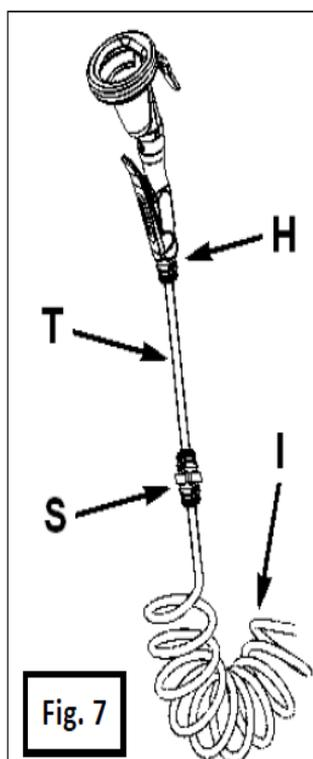

Fig. 7
TUYAU SOUS PRESSION (Fig. 2) Le tuyau en spirale peut être étiré pour une longueur maximale de 3m, de sorte qu'il faut veiller à disposer les tés de telle façon dans la salle de traite, que toutes les vaches sont bien accessibles pour les tremper sans forcer les tuyaux. Établir la position des raccords en té (G), puis les attacher sans serrer dans un support approprié (Fig. 4). Couper des longueurs appropriées de tuyau (F), les attacher, puis les brancher dans les raccords en té (G) et dans l'orifice de sortie. Attacher les spirales (I). Fermer l'extrémité ouverte en dernier à l'aide d'un bouchon d'obturation (J) et d'un écrou. Et enfin, si toutes les positions sont correctes, serrer fermement les serre-câbles. Ne pas trop les serrer sur les tuyaux et éviter des courbes raides. Le raccord droit (S sur la Figure 7) du tuyau court d'alimentation (T) fourni avec l'applicateur de trempage se raccorde sur le tuyau en spirale (I). À l'aide de l'écrou fourni, fixer l'autre extrémité du tuyau court sur le raccord prévu à cet effet (H) de l'applicateur. Le crochet de suspension en plastique (L) peut être fixé sur un tube horizontal convenable à l'aide de deux colliers serre-câble (K), ou bien deux trous peuvent être percés dedans et il peut être positionné ainsi (à l'aide de deux vis) sur une surface droite.
FAIRE LE TREMPAGE avec EasiDipper par une action sur la gâchette de l'applicateur (Figure 7, H), qui est maintenue enfoncée jusqu'à ce que le gobelet intérieur se soit rempli de produit de trempage jusqu'en haut du gobelet en forme de trayon. Afin d'éviter le gaspillage de produit, il est conseillé que le gobelet ne soit PAS TOUT À FAIT PLEIN parce qu'il déborderait ainsi dès que l'applicateur est passé autour du trayon. Le remplissage du gobelet vide devrait prendre 2 secondes à peu près, paramètre réglable au moyen de l'ajustement de la pression de pompage (voir le paragraphe suivant). Manipulant l'applicateur, tremper prudemment chaque trayon, de façon à ce que les 5 cm en bas soient complètement couverts de produit de trempage. Entre deux trayons, actionner brièvement la gâchette afin de remplir de nouveau le gobelet de produit. Après l'opération, il est conseillé de mettre l'applicateur dans le support fourni ; il est tout à fait possible de le laisser suspendu à l'extrémité du tuyau en spirale, mais cela aurait pour conséquence que des résidus de produit s'égouttent par terre.